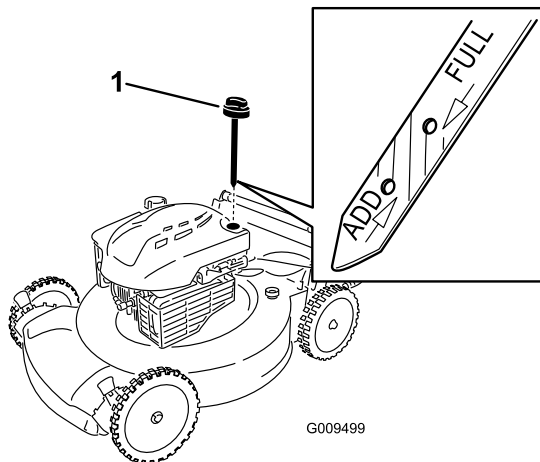

Рисунок 25
2. Извлеките масломерный щуп (Рисунок 25).